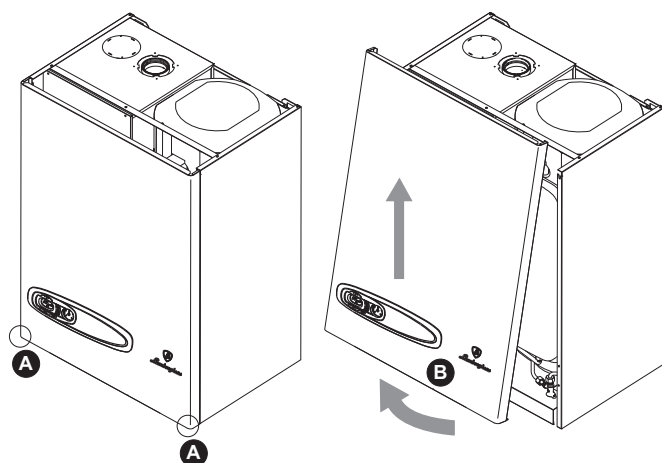

рис. 24 - Открытие передней панели
1. Отвинтите винты "А" (см. рис. 24)